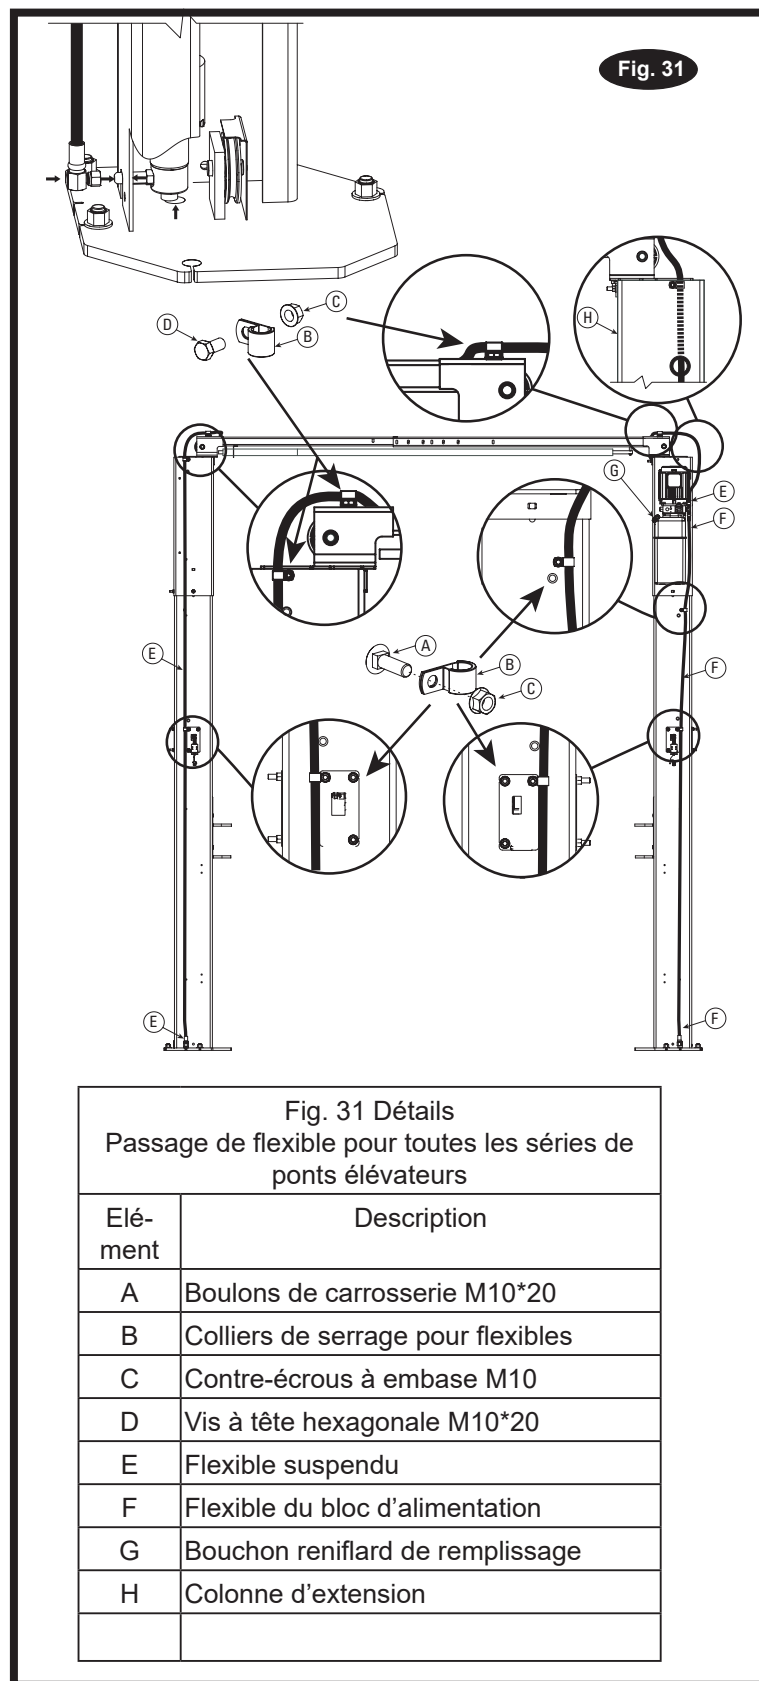

Fig. 31 Détails
### Installation du flexible et de l'adaptateur (consultez la Fig. 31)
4. Remplissage d'huile : Retirez le bouchon reniflard de remplissage du bloc d'alimentation, Fig. 31. Remplissez jusqu'au repère MIN du réservoir avec des huiles hydrauliques approuvées (→ Chapitre 9.4. Huiles hydrauliques approuvées). Remettez le bouchon reniflard de remplissage en place.